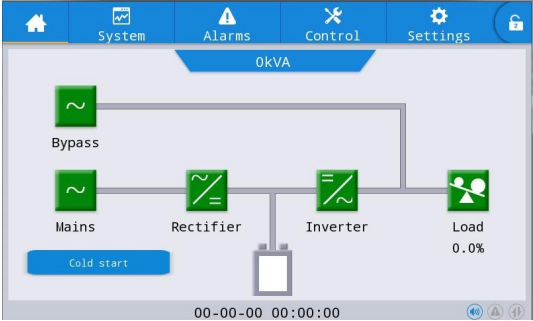

Рис. 5 – 1 Кнопка холодного запуска на ЖК-дисплее
- 3. После этого нажмите кнопку холодного старта (Cold start) на ЖК-дисплее, как показано на рис. 5 – 1. ИБП запустится, и система перейдет в режим работы от батареи в течение 30 с.
В меню «Control», в секции «On – Off», выберите значок «ON», чтобы перевести систему в режим байпаса, как показано на рис. 5 – 2.